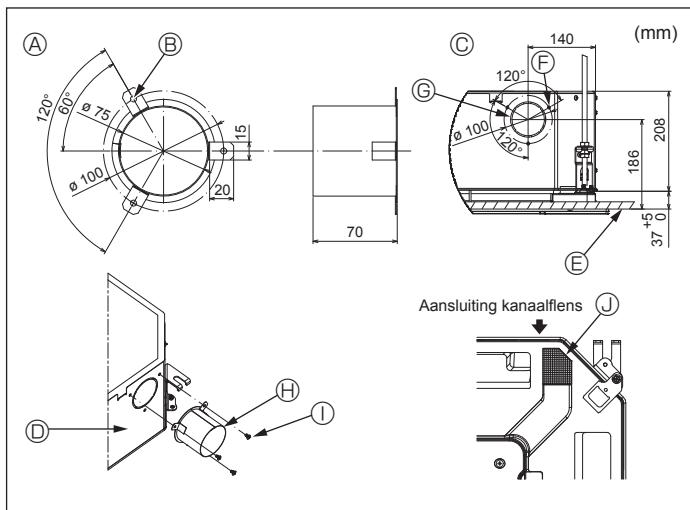

Fig. 2-3
2.3. Installatie van kanaal (bij buitenluchttoevoer) (Fig. 2-3)